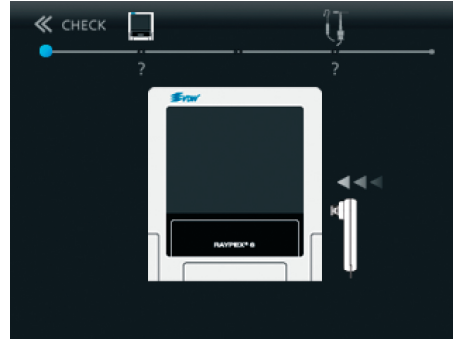

Fig. 29: Inserte el probador del funcionamiento
- Enchufe el probador de funcionamiento en el dispositivo como se indica en la pantalla (Fig. 29).